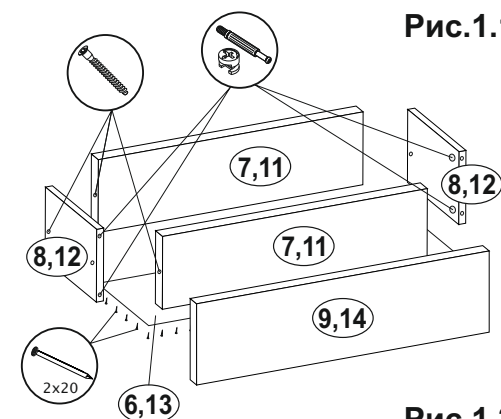

Рис.1.2
- Произвести сборку ящиков:** Соединить детали ящика (7,8,11,12) еврошурупами. Замерить диагонали получившихся ящиков и прибить ДВП (6,13) гвоздями 2х20. Прикрутить ручки к створкам (9,14) винтами М4х14/16. Установить створки (9,14) на собранные ящики с помощью эксцентриков. Если на тыльной стороне створке ящика (14) присутствует двойная сверловка сборку осуществлять в соответствии с рис.1.2. Прикрутить ответные части направляющих по центру деталей ящика (8,12) шурупами 3,5х16 (рис.1.1).